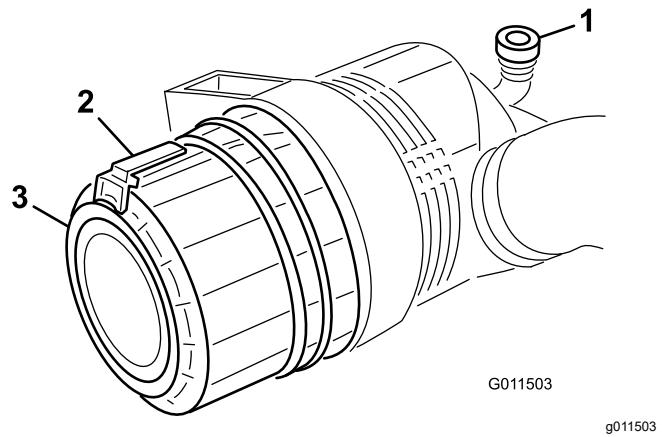

Figura 87
- Puxe o trinco para fora e rode a cobertura do filtro de ar no sentido contrário ao dos ponteiros do relógio (Figura 87).